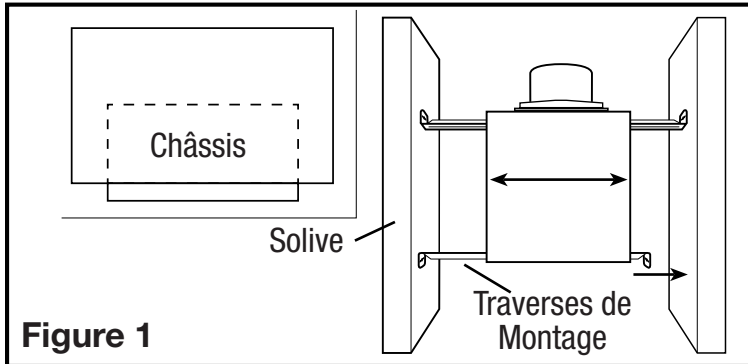
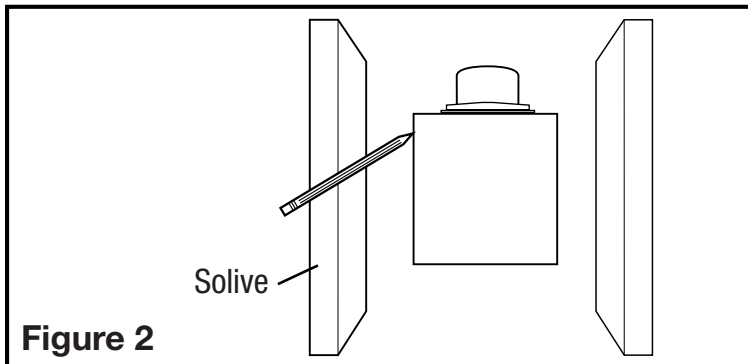

Figure 1
Figure 2
- Installez les rails dans le canal de montage sur le boîtier. Centrez le canal de montage dans les fentes sur le boîtier, puis de l'intérieur du boîtier, serrez les écrous montage de sorte que le canal soit bien en place. Placez le boîtier à côté de la solive. Aligner le châssis pour qu'il soit de niveau avec le plafond fini. Fixez les extrémités des rails aux solives avec des vis ou des clous (non inclus) et glissez le boîtier dans la position finale (Figure 1).
- Placer le boîtier en place entre les solives et tracez un contour sur le matériel du plafond (Figure 2). Mettez le boîtier de côté et découpez l'ouverture, en faisant attention de ne pas couper ou endommager les installations électriques ou d'autres utilités masquées. Installez les rails dans le canal de montage sur le boîtier. Centrez le canal de montage dans les fentes sur le boîtier, puis de l'intérieur du boîtier serrez les écrous de montage de sorte que le canal soit bien en place. Positionnez le boîtier dans le trou préalablement découpé de sorte qu'il soit aligné avec le plafond fini. Fixez les extrémités des rails aux solives (Figure 1).